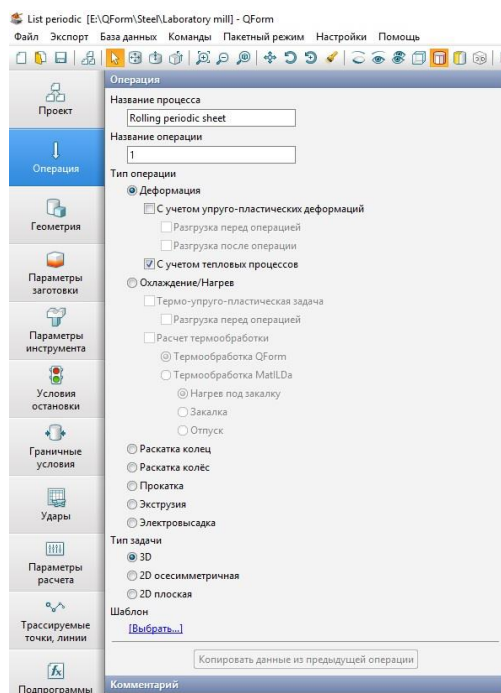

Рисунок 4.2 – Вкладка «Операция»
2. Во вкладці «Операция» обираємо *Тип задачи* – 3D. Назву процесу та операції можна обрати будь-яку, наприклад, «Rolling periodic sheet» (рис. 4.2).